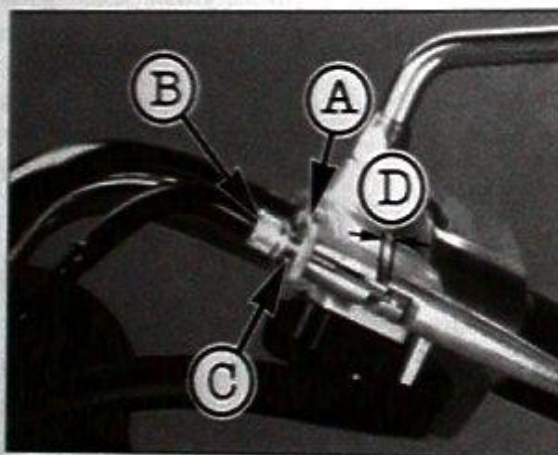

Bild 64
Um zu verhindern, dass die Kupplung bei Belastung ungewollt durchrutscht, wird am Handhebel ein Sicherheitsspiel (Leerweg) «D» Bild 64 von 2 – 3 mm eingestellt.
- Korrekturen mit der Einstellschraube am Kupplungsseilzug nach Lösen der Gegenmutter vornehmen (Bild 64).